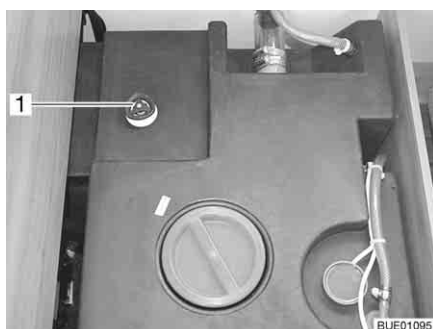

Bild 157 Vattentank med ratt
- Vrid ratten på vattentanken moturs mot motståndet till stoppläget (Bild 157,1) för att öppna utloppsöppningen helt.